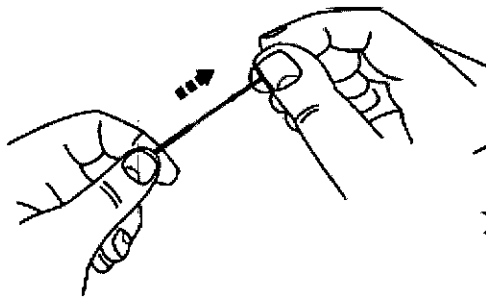

Figura 14
- Para usar una guía dispensadora de filtro BareWire alternativa, retirar con cuidado el torque y la guía dispensadora de filtro y desechar la guía dispensadora de filtro utilizada para cargar el dispositivo (véase la figura 14).